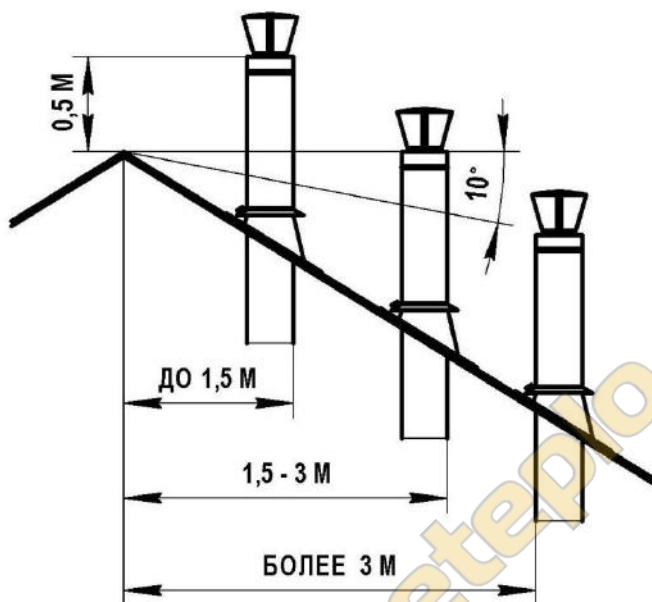

Рисунок 11. Расположение дымохода над крышей
- не ниже линии, проведенной от конька вниз под углом 10° к горизонту при расположении дымоходной трубы от конька на расстоянии более 3,0 м (рис. 11).